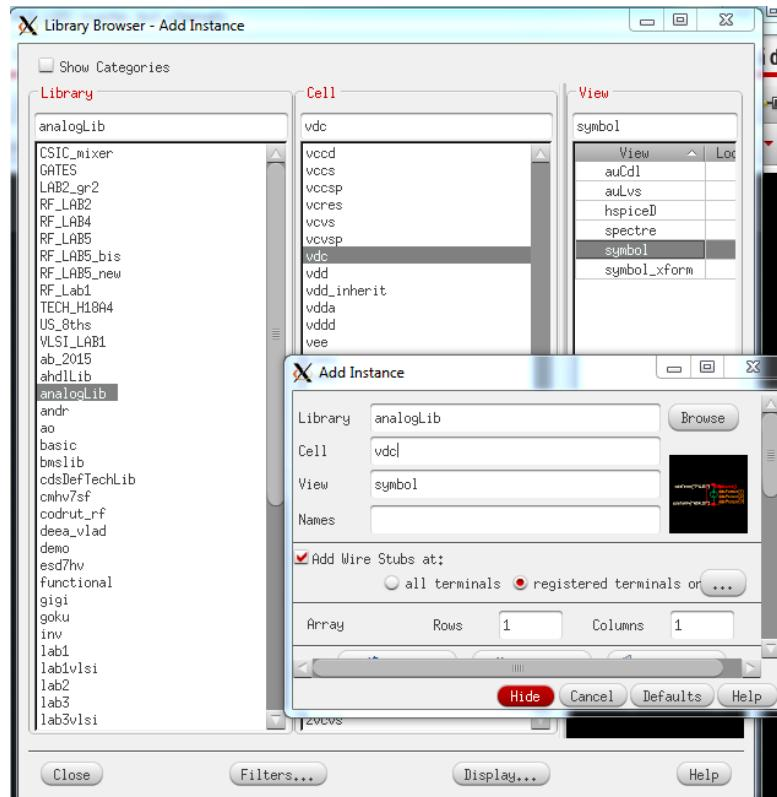
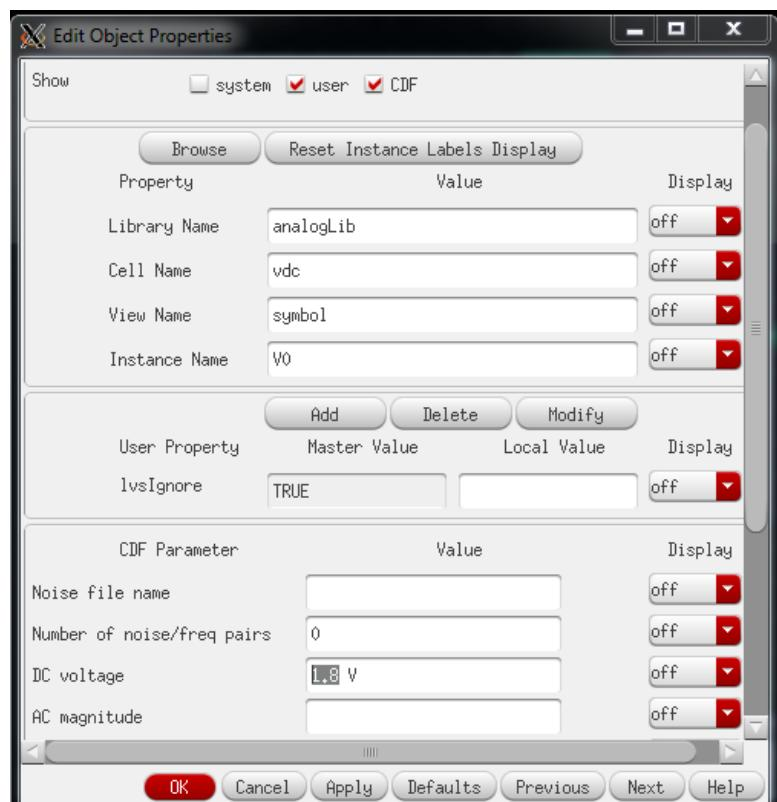

Figura A.28: Virtuoso - Testbench Inverter DC source (1).
Figura A.29: Virtuoso - Testbench Inverter DC source (2).
4. Se instantiază o sursă de alimentare *vdc* din libraria *analogLib* (vezi Figure A.28), setându-se parametrul *DC Voltage* = 1.8 (vezi Figure A.29),